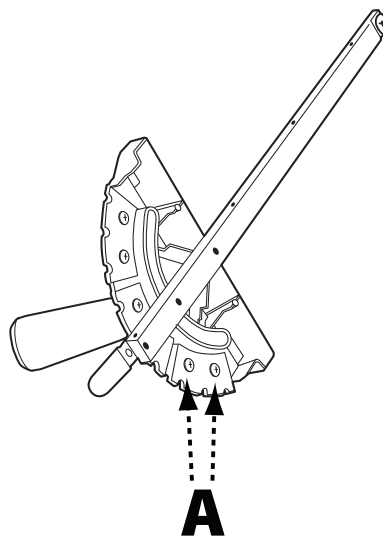

FIGURA 35
2. Afloje los 2 tornillos del segmento del tope del inglete hasta el nuevo ángulo deseado. (A) se muestra en la Figura 35.